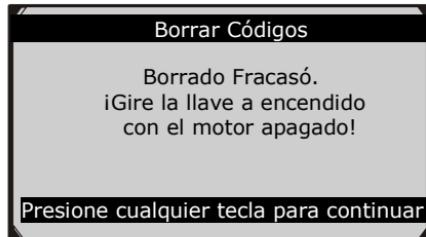

Figura 6.8
- Si los códigos no son eliminados, entonces el mensaje “Borrado Fracasó. ¡Gire la Llave a posición de encendido ON con el Motor apagado!” se mostrará. (Figura 6.8)